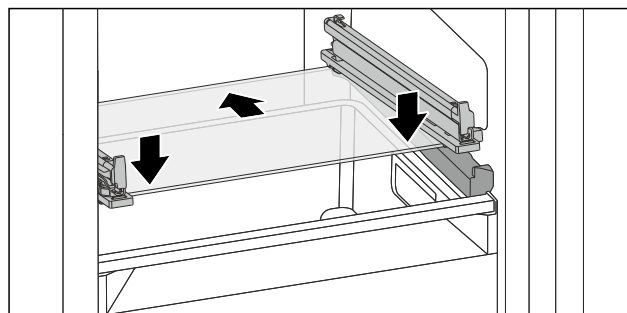

Fig. 141 Скляна пластина відкидного висувного ящика
- ▶ Встановити скляну пластину за стопорами навскоси. (див. Fig. 141)